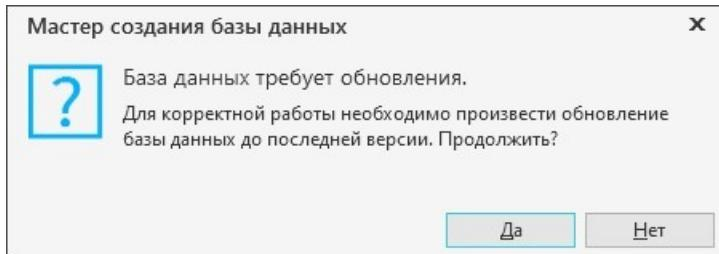

Рис. 4.49
- ◆ Если была выбрана существующая база данных актуальной версии, откроется окно с соответствующей информацией (рис. 4.49, а). Нажмите кнопку **OK**.
- ◆ Если была выбрана база предыдущей версии (для Хранилища профилей или системы Нормирование материалов), откроется окно с предложением обновления базы до актуальной версии (рис. 4.49, б). Нажмите кнопку **Да**.